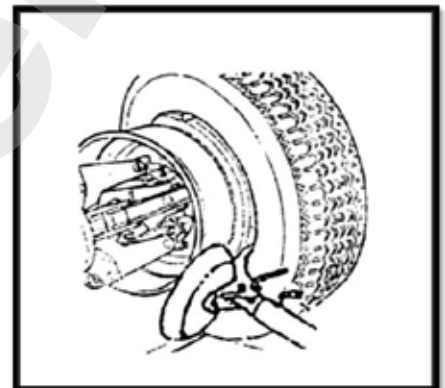

Рис. 14
- (5) Поднимите обод и шину, вращайте их по часовой стрелке на 15-20 мм, шина будет располагаться под углом к ободу.
- (6) Убедитесь в том, что монтажный палец направлен на шину. В противном случае опустите блокировку, поверните палец на 180° и зафиксируйте.
- (7) Установите монтажный палец на расстоянии 5 мм от обода.
- (8) Вращайте колесо по часовой стрелке до тех пор, пока зажим не окажется в крайней нижней точке (рис. 14).
- (9) Снимите зажим с обода и установите инструмент в исходное положение (нерабочее).